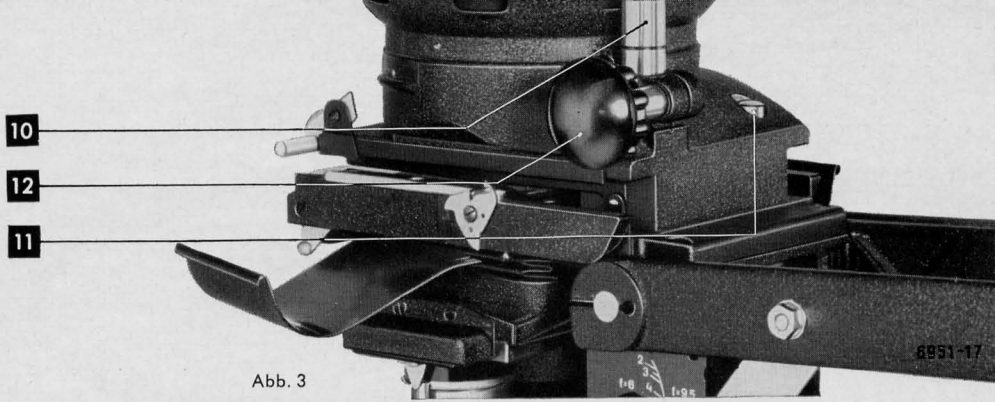

Abb. 3
Das Lampengehäuse (C) auf die beiden Führungsstifte (Abb. 3: 10 und 11) bis zum Anschlag aufschieben und mit der Feststellschraube (O/12) fixieren. Die obere Lampenhaube entfernen und den Kondensator mit Hilfe des Handgriffs einsetzen. Der Handgriff am Kondensator muß dabei zur Säule hinzeigen und nach Einsetzen des Kondensors seitlich umgeklappt werden. Opallampe einschrauben und die obere Lampenhaube wieder aufsetzen. (Weißer Punkt nach vorn!)